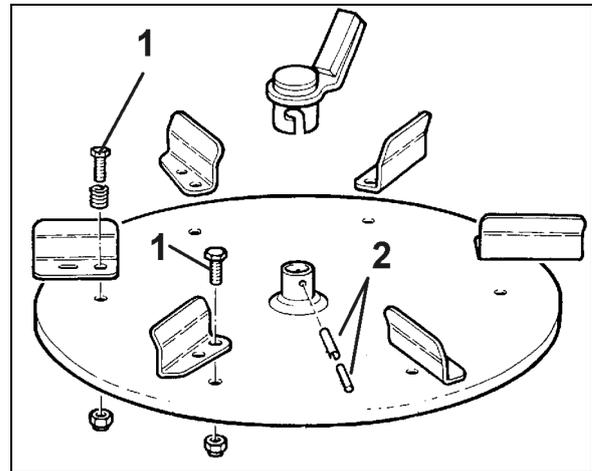

Fig. 27
2. Enlever les vis (Fig. 27/1) et remplacer les aubes d'épandage.
1. Enlever la goupille de serrage (Fig. 27/2) sur la tête de l'agitateur.